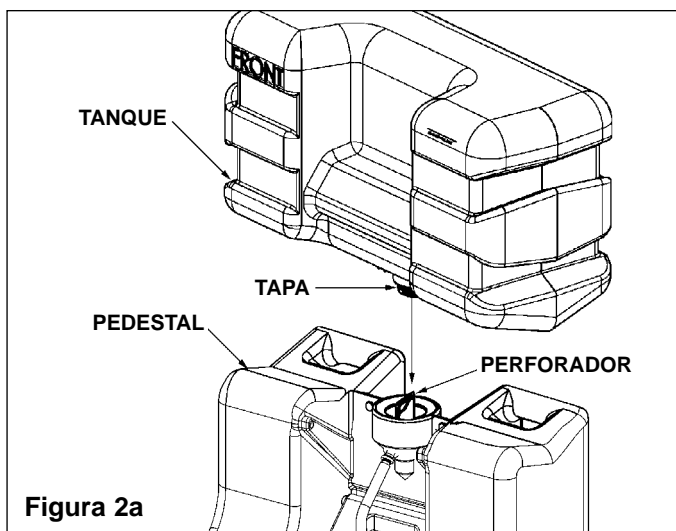

Figura 2a
5. Invierta el tanque y colóquelo encima del pedestal como se muestra en la Figura 2a. El perforador en el pedestal hará un orificio en el tapaflujo de la tapa del tanque para permitir el flujo de la solución.